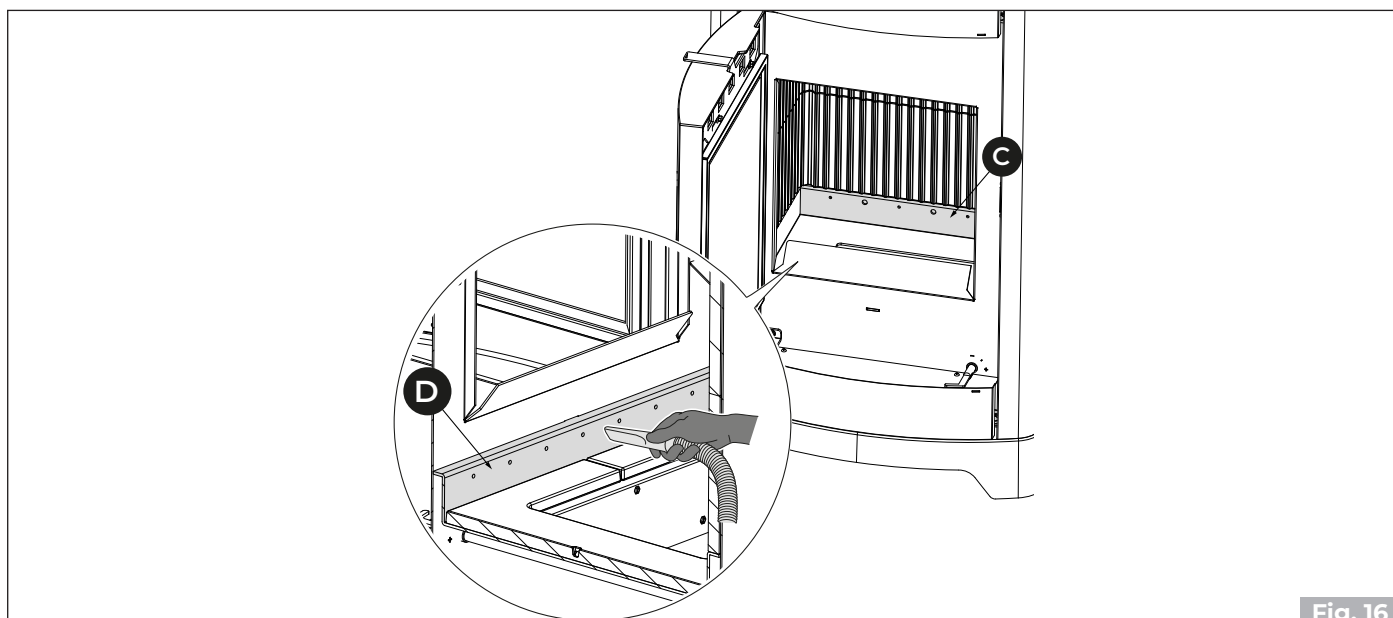

Fig. 16
- 3) Die hinteren (**C**) und vorderen (**D** - wo vorgesehen) Löcher des Verbrennungsluftverteilers (**Fig. 16**) absaugen, um die eventuelle Ablagerung von Asche zu vermeiden.